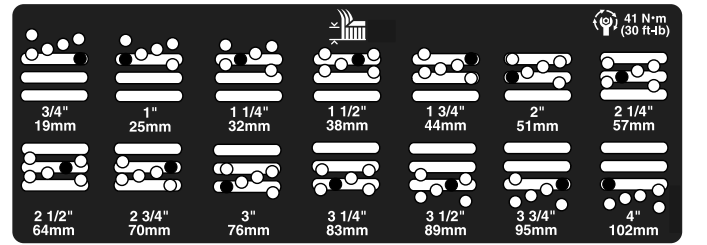

图 7
5. 将切割腔移至所需的剪草高度然后将隔片安装至指定的剪草高度孔和槽 图 7。